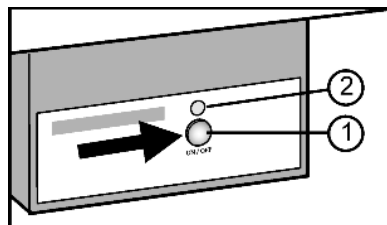

Fig. 14
- Нажмите и удерживайте кнопку On/Off Fig. 14 (1) так, чтобы светодиод Fig. 14 (2) загорелся.